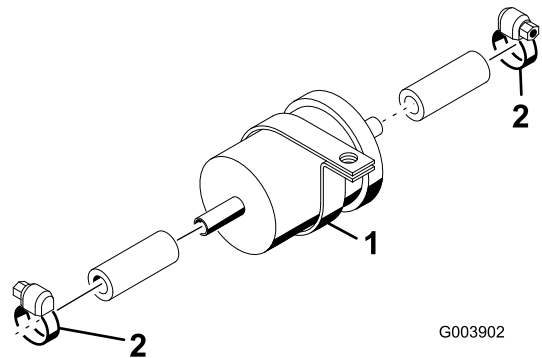

Bild 56
3. Lösen Sie die Schlauchklemmen an beiden Seiten des Vorfilters, und ziehen Sie die Kraftstoffleitungen ab (Bild 56).
5. Schieben Sie die Kraftstoffleitungen auf den neuen Vorfilter und befestigen Sie sie mit Schlauchklemmen (Bild 56).